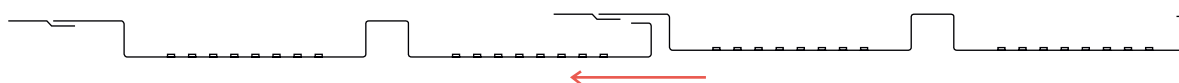

Рис. 15
- Софит Квадро брус заведите в пазы доборных элементов и зацепите за отгиб замка предыдущей панели (рис. 15).